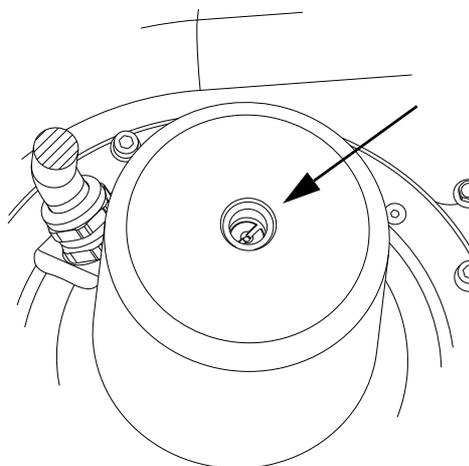

Fig. 30 Partie supérieure de l'arbre du moteur
- La partie supérieure de l'arbre du moteur est maintenant visible. Voir fig. 30. Vérifier que le rotor et la roue peuvent tourner librement en faisant tourner l'arbre à l'aide d'un grand tournevis.